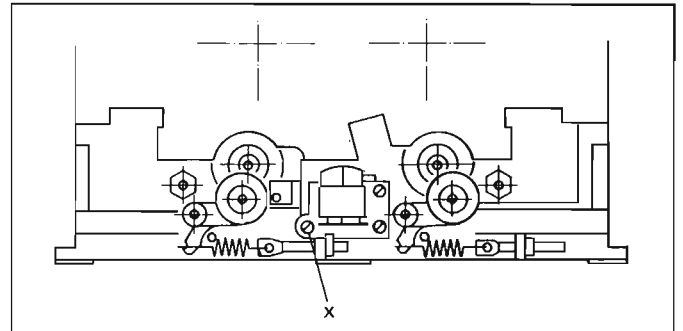

Fig. 5.2
- En agissant sur la vis [X] (Fig. 5.2), ajuster sur le déphasage minimal